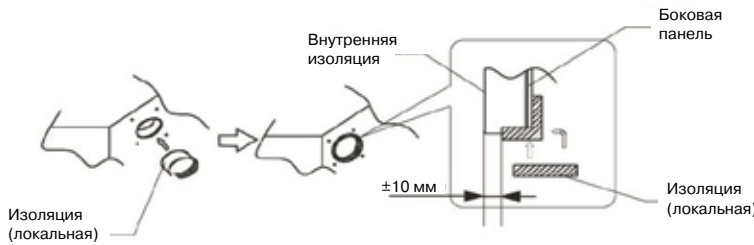

Рис. 5
- Плотно вставьте изоляционный материал в отверстие, как показано на рисунке. Изоляционный материал должен иметь прочное соединение с краями отверстия в корпусе без зазоров. Убедитесь, что внутренняя поверхность изоляционного материала плотно прилегает к корпусу блока и внутренней изоляции (см. рис. 5).